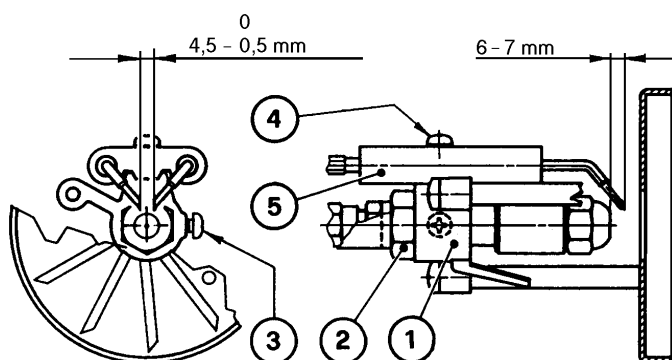

Fig. 2
Ta av flammeholdersokkelen fra dysestokken, etter å ha løsnet skruen (3, fig. 2).
Monter flammeholderbraketten (1) på dysestokken, og fest den med skruen (3). For videre justering av elektrodene, løsne skruen (4) og sett elektrodene (2) i riktig posisjon (se fig. 2).